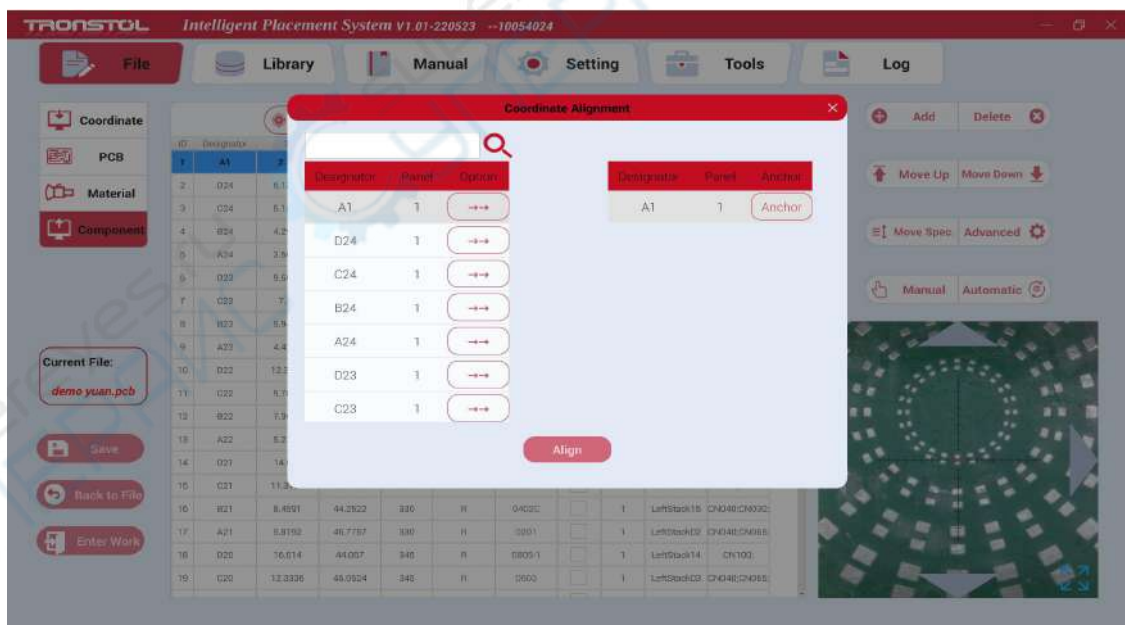

Рисунок 69
- Выберите или введите схему монтажа в строке поиска, например A1, и нажмите , A1 будет добавлена в список справа (рисунок 69).